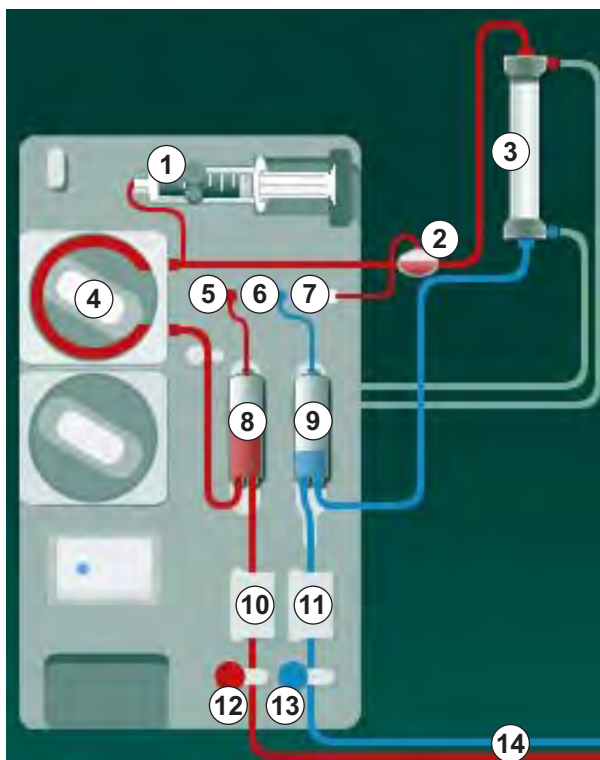

Fig. 3-2 Modo de funcionamento - Single-Needle Cross-Over
Com o clampe da linha venosa (Fig. 3-2 Modo de funcionamento - Single-Needle Cross-Over (33), ⑬) fechado e o clampe da linha arterial ⑫ aberto, a bomba de sangue ④ bombeia o sangue a partir do doente através do dialisador ③ e para a câmara venosa ⑨. A pressão na câmara venosa ⑨ é monitorizada através do sensor de pressão venosa ⑥. Assim que a pressão de alternância predefinida for atingida, a bomba de sangue ④ é desligada e o clampe da linha venosa ⑬ será aberto. Devido à pressão na câmara venosa ⑨, o sangue flui através do dialisador ③ novamente para o doente, até ser atingida a pressão de alternância inferior. Uma vez atingida a pressão de alternância inferior na câmara venosa ⑨ ou expirado o tempo de fluxo de retorno, o clampe da linha venosa ⑬ fecha-se. Pouco depois, o clampe da linha arterial ⑫ abre-se. A bomba de sangue ④ é ativada, e o processo é reiniciado com a remoção de sangue do doente.